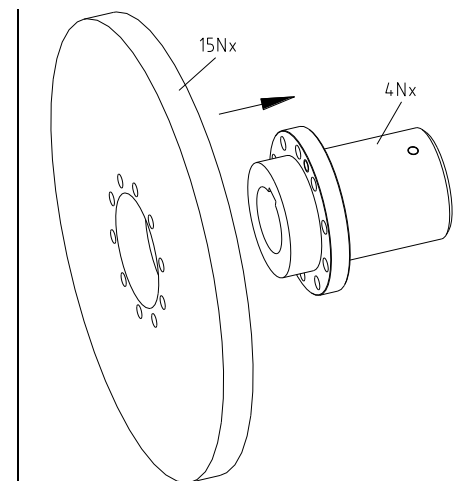

Fig. 5
- Monter le disque de frein (composant 15Nx) sur l'épaulement de centrage de la bride d'accouplement (composant 4Nx) (voir Fig. 5).